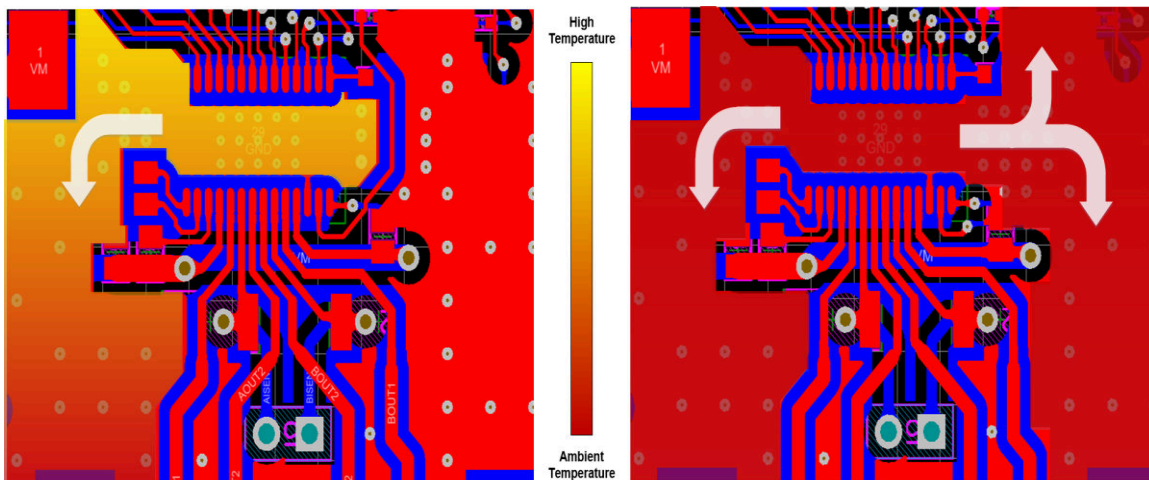

図 7-5. くびれたグラウンドプレーンと連続的なグラウンドプレーンの温度分布の比較
- システム/基板全体に対して、大きく途切れない単一のグラウンドプレーンを使用するようにしてください。グラウンドプレーンは PCB の下層に作成できます。図 7-5 に、ドライバの下のグラウンドプレーンが連続的である場合に対して、グラウンドプレーンがくびれている場合に温度が上昇する例を示します。